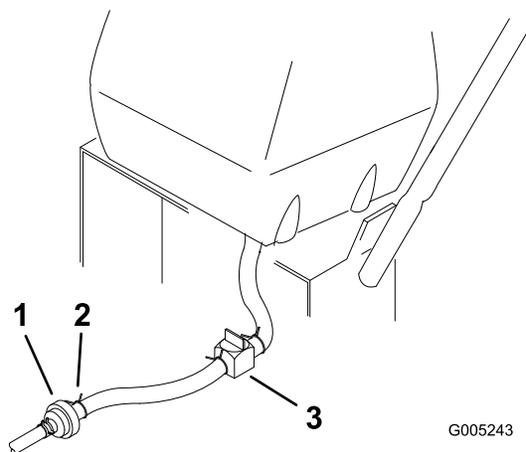

Figure 35
3. Fermez le robinet d'arrivée de carburant sur le réservoir de carburant (Figure 35).
4. Pincez les extrémités du collier de fixation et poussez le collier en haut de la conduite d'alimentation, à l'opposé du filtre à carburant (Figure 35).
5. Débranchez la conduite d'alimentation du filtre à carburant (Figure 35).